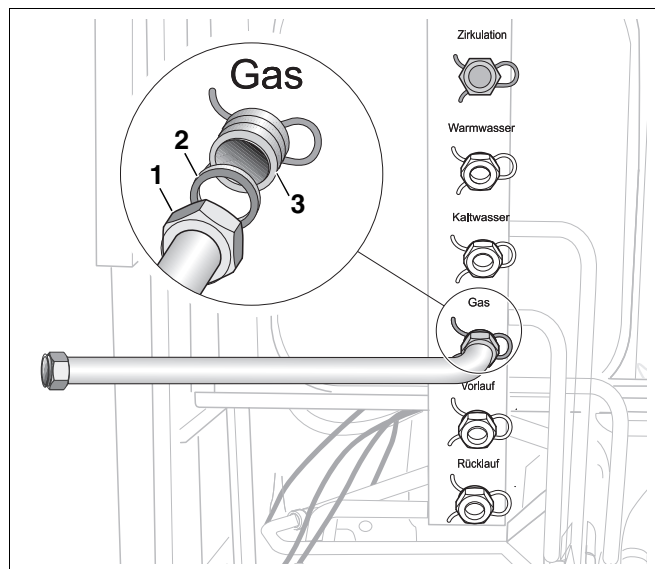

Abb. 3 Anschlussrohr Gas anschließen
- Anschlussrohr Gas (Abb. 3, **Pos. 1**) mit eingelegter Dichtung (Abb. 3, **Pos. 2**) an den Anschluss „Gas“ des Heizkessels (Abb. 3, **Pos. 3**) handfest anschrauben.